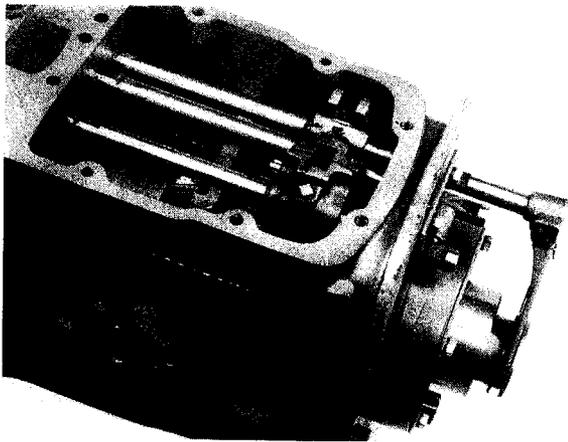

Fig. 11
- 2° Mettre en place les fourchettes et leur tige-guide comme indiqué figure 11.